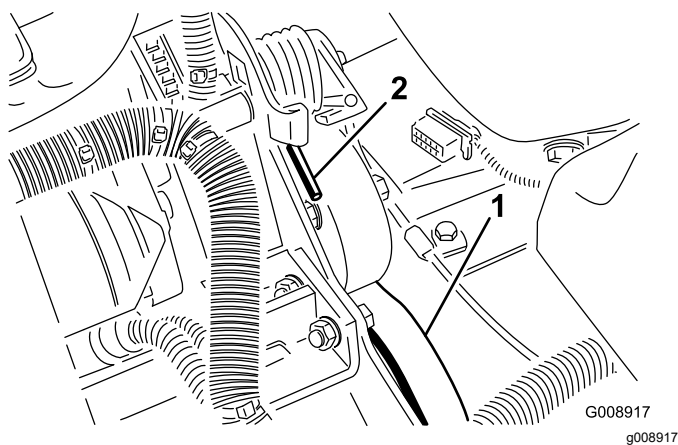

Figura 77
3. Premete l'estremità della molla e spingetela in avanti (Figura 77) per sbloccarla dalla staffa e rilasciare la tensione della molla.